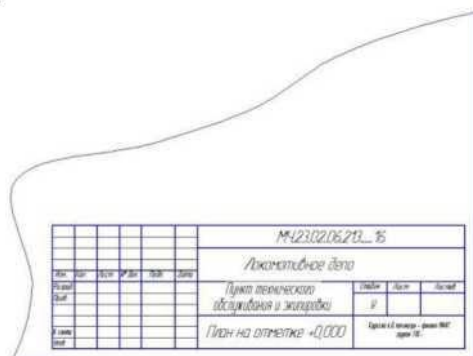

Рисунок 1 - Пример основной надписи по форме 3
1. Нанести тонкими линиями на листе формата А3 рамку согласно ГОСТ 2.301-68 и основную надпись по форме 3 согласно ГОСТ 21.103-78 (смотри рисунок 1).